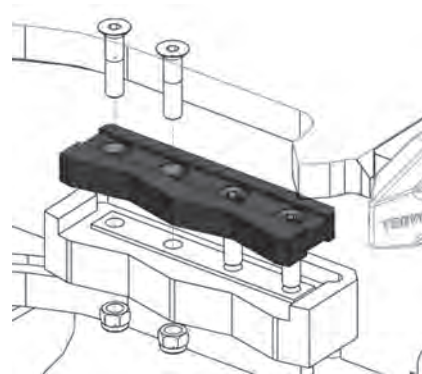

Рис. 18
- Выкрутите винты, которые крепят лезвия челюстей гидножниц. Выньте лезвия челюстей из своих посадочных мест (Рис. 18).